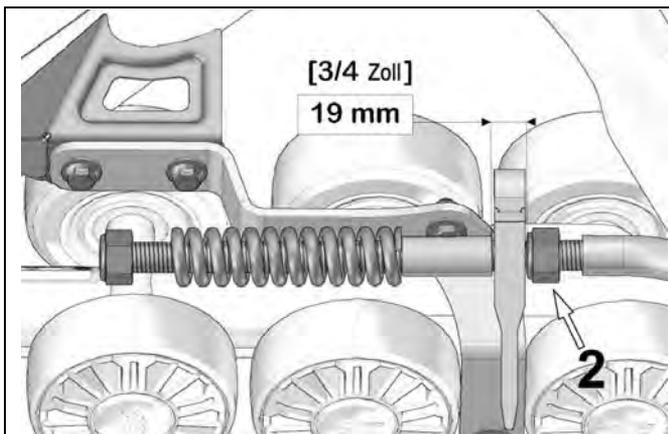

Abbildung 9
- Stellen Sie Mutter (2) ein, um einen Abstand von 19 mm zwischen Mutter und der Stabilisierungsarmführung, wie in Abbildung 9 dargestellt, zu erzielen.